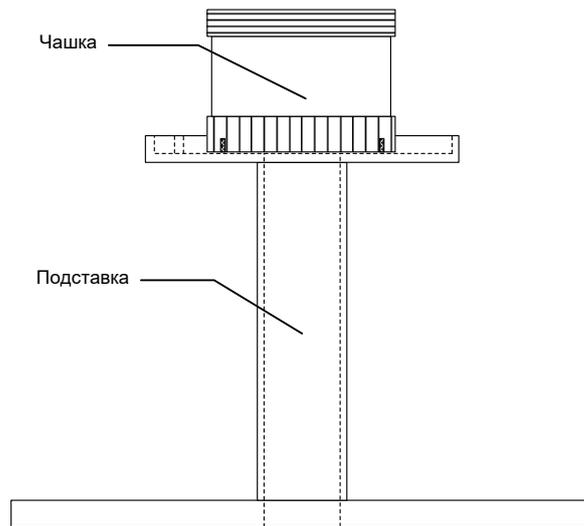
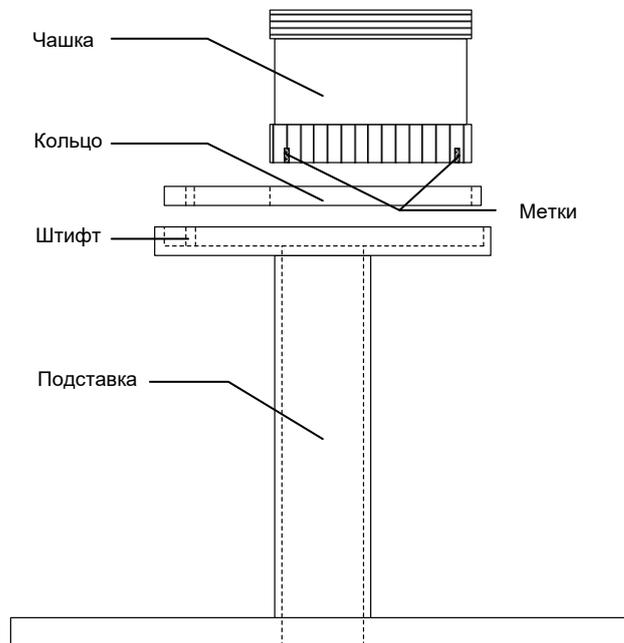

Рисунок 5 - Порядок установки пробы для образца с пенетрацией более 97 единиц
Рисунок 6 - Порядок установки пробы для образца с пенетрацией менее 97 единиц
- 4.3.5 Установить на стол подставку (см. рисунок 5). Если испытуемый образец имеет пенетрацию более 97 единиц, чашку с пробой устанавливают по центру подставки (см. рисунок 5). Для испытания образцов, имеющих пенетрацию менее 97 единиц необходимо установить кольцо с рисккой, позволяющее ориентировать чашку с пробой с некоторым смещением относительно центра стола Включить осветитель с помощью клавиши «**Подсветка**», и с помощью клавиш управления подъемом стола (см. рисунок 6). На чашке нанесены метки через 120°. Совместив риску на кольце с меткой на чашке, можно определить пенетрацию с одной пробой три раза.